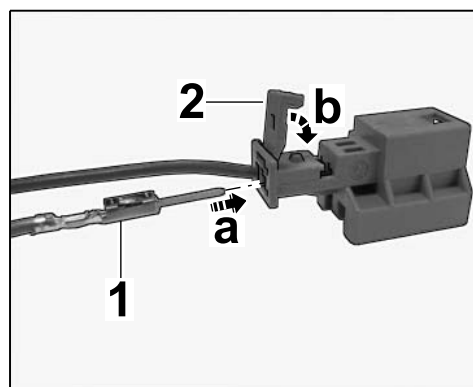

Рис. 12
- 2.3.6 Вставить штифтовой контакт желтого/серого провода в корпус штифта (⇒ Рис. 12 -a-).
Закрыть вторичный фиксатор (⇒ Рис. 12 -b-).